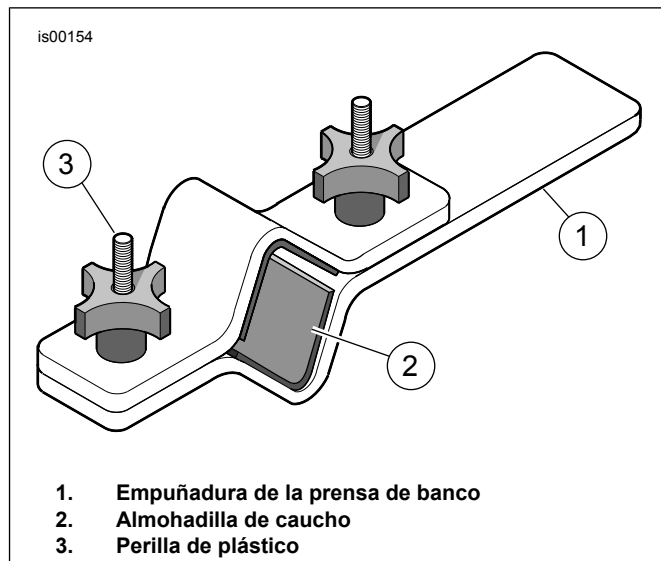
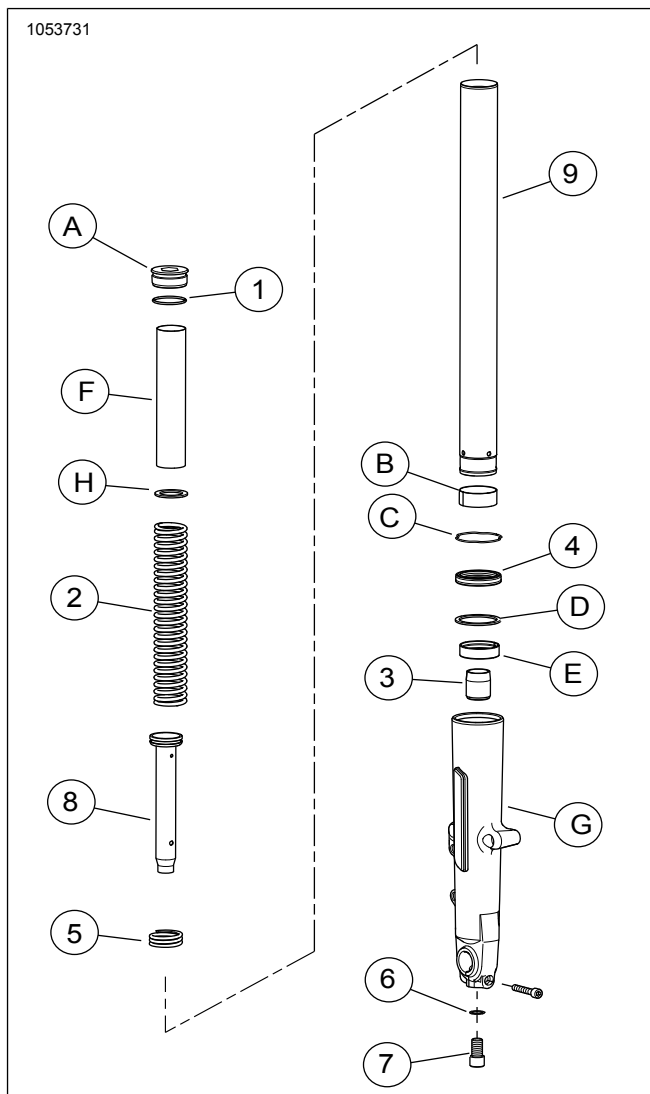

Figura 3. Soporte del tubo de la horquilla (HD-41177)
Figura 6. Piezas de servicio: Cartucho de la horquilla delantera Touring
1. Vea Figura 3 . Instale la horquilla en el sujetador del tubo de la horquilla (HD-41177) de la siguiente manera:
- a. Sujete el extremo de la herramienta (1) en la presa de banco en posición horizontal.
- b. Vea Figura 6 . Con el perno de la horquilla (A) hacia arriba, sujete con una abrazadera el tubo de la horquilla (9) entre las almohadillas de caucho en el lado interior de la herramienta. Apriete las perillas hasta que el tubo de la horquilla esté sujeto de forma segura.
1. Vea Figura 6 . Asegúrese de que el anillo del pistón esté instalado en el tubo del amortiguador con los recortes hacia abajo. Coloque el resorte de rebote (5) **nuevo** en el tubo amortiguador **nuevo** del kit (8). Introduzca el tubo amortiguador dentro del tubo de la horquilla (9) **nuevo** .
2. Introduzca el resorte (2) **nuevo** y el collarín de resorte (F) en el tubo de la horquilla con la sección densa de bobinas hacia el tubo amortiguador. Empuje la parte inferior del tubo amortiguador por la abertura en el extremo inferior del tubo de la horquilla. Coloque el bloqueo de aceite (3) **nuevo** sobre el extremo del tubo amortiguador.
3. Aplique Loctite 565 Thread Sealant al tornillo **nuevo** (7). Ubique el tubo de la horquilla y el tubo amortiguador en el deslizador de la horquilla (G). Sujete el conjunto en su posición aplicando presión sobre el resorte. Instale el tornillo (7) con la arandela de cobre (6) **nueva** del kit.
- c. Vea Figura 6 . Deslice la presilla de retención (C) por el tubo de la horquilla hasta que haga contacto con el sello de aceite de la horquilla. Instale la presilla de retención en la ranura del deslizador de la horquilla. No expanda ni estire la presilla de retención para instalarla en el tubo de la horquilla o podría dañarse la presilla.
- d. Vea Figura 6 . Inserte la varilla en la parte superior del tubo de la horquilla hasta que el anillo de metal quede plano sobre la parte superior del tubo de la horquilla.